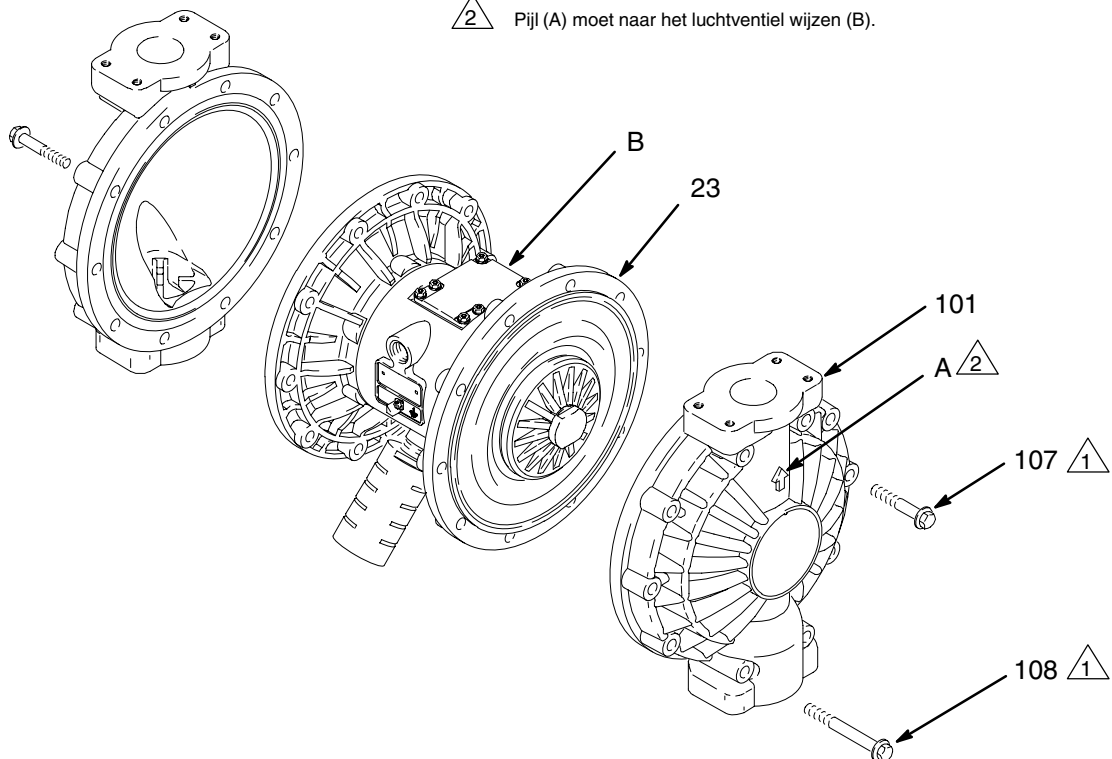

Fig. 12
3. Draai met een inbussleutel van 13 mm de schroeven (107 en 108) die de vloeistofdeksels (101) op de luchtdeksels (23) vasthouden los. Trek de vloeistofdeksels (101) van de pomp. Zie Fig. 12.
- 1 ⚠ Draai eerst de acht lange schroeven (108) aan en vervolgens de korte schroeven (107). Draai aan tot 22–25 N•m. Zie **Aandraai volgorde**, pagina 30.
- 2 ⚠ Pijl (A) moet naar het luchtventiel wijzen (B).
- Breng middelsterk (blauw) Loctite® of een gelijksoortig middel aan op de schroefdraad van de platen aan de vloeistofzijde (105). Houd een van de buitenplaten (105) vast met een sleutel en draai de andere buitenplaat aan tot 18,1–22,6 N•m tot maximum 100 toeren per minuut. Span niet te strak aan.
- Draai de vloeistofdeksels (101) en de middenbehuizing (1) zo, dat de pijlen (A) op de deksels wijzen naar de kant waar het luchtventiel (B) zit. Draai de deksels handvast met de schroeven (107 en 108). De langste schroeven (108) moeten in de bovenste en de onderste gaten van de deksels vallen. Zie Fig. 12.
- Draai eerst met een inbussleutel van 13 mm de langere schroeven (108) kruiselings en gelijkmatig aan tot 14,7–16,9 N•m. Draai dan de kortere schroeven (107) aan. Zie **Aandraaivolgorde** op pagina 30.